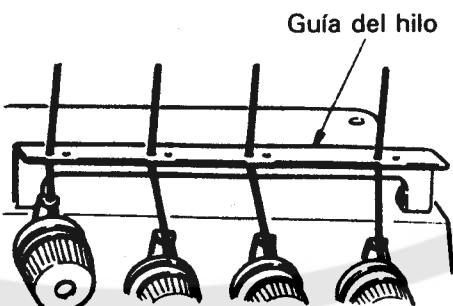

Fig. 13
**Enhebrado de la máquina (Fig. 10, Fig. 11, Fig. 12 y Fig. 13)**